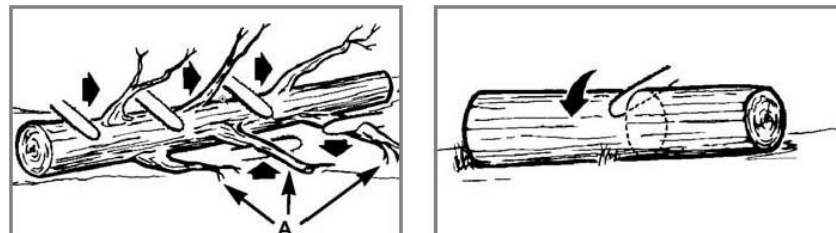

Figura 11
A poda ou desramado é o processo pelo qual se removem os galhos de uma árvore caída. Não remova os galhos de suporte (A) até que o tronco esteja cortado em pedaços (Figura 11). Os galhos sob tensão devem ser cortados desde a parte de baixo para evitar a dobra da barra da motosserra.